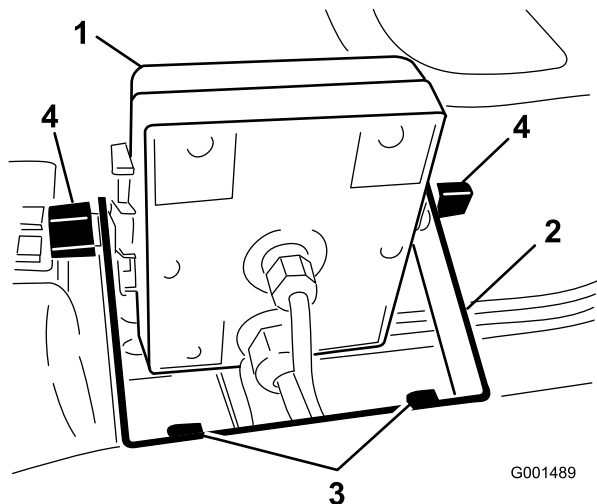
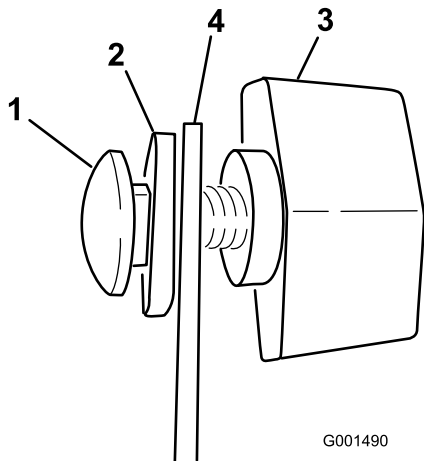

Figura 5
Figura 6
- Instale el soporte del monitor en el salpicadero (Figura 5) usando 2 pernos con arandela prensada (1/4 x 3/4 pulgada) y 2 tuercas con arandela prensada (1/4 pulgada).
- Instale el monitor Spray Pro sobre las cabezas de los pernos de cuello cuadrado (Figura 5) y apriete los pomos para fijarlo.
- Instale sin apretar los 2 pernos de cuello cuadrado, arandelas de goma y pomos en el soporte de la manera indicada en las Figuras Figura 5 y Figura 6.